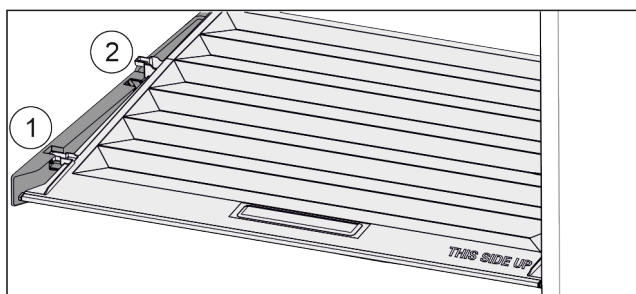

Fig. 85
- ▶ Vytáhněte víko dopředu až k otvoru v přídržných dílech Fig. 85 (1).
- ▶ Vzadu zespodu nadzvedněte a vyjměte směrem nahoru Fig. 85 (2).